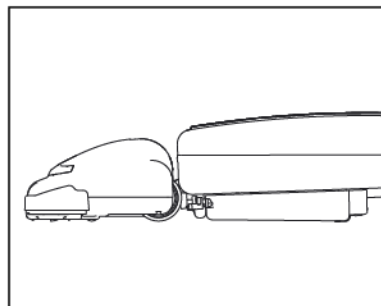

Fig. 3
- Continuez à baisser la poignée pour permettre à l'aspirateur de se coucher à l'horizontale et nettoyer sous les meubles (Fig. 3).